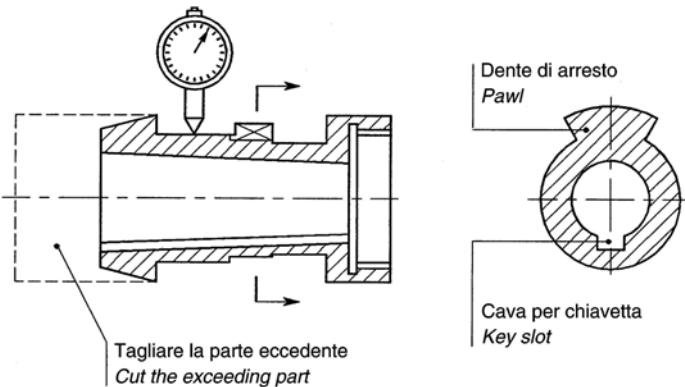

Fig. 10
7) ISTRUZIONI PER ESEGUIRE IL FORO CONICO NEL MOZZO - INSTRUCTIONS TO MAKE A TAPERED BORE IN THE PROPELLER HUB: Tagliare la cava della chiavetta dalla parte opposta al dente di arresto per non indebolire il dente stesso (Fig. 10). *Cut out the key slot on the side opposite the pawl so as not to weaken the same (Fig. 10).*